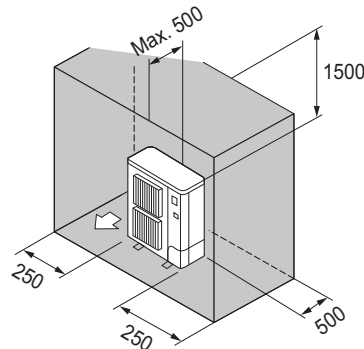

Fig. 3-10
- ⑥ Alleen obstakels aan de achter- en bovenzijde en de zijkanten (Fig. 3-10)